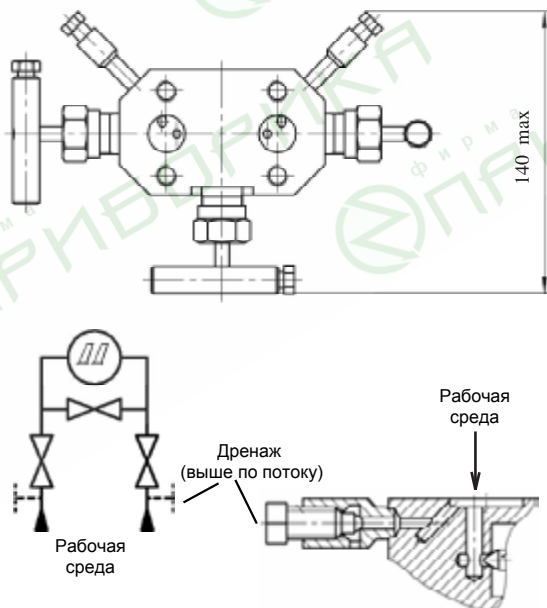

Рис. 7 БКНЗ-3-10. Остальное см. рис. 6
- БКНЗ-4-00 отличается от БКНЗ-3-10 формой дренажных каналов: среда при дренаже покидает полость блока через отверстие, расположенное ниже гнезда изолирующего клапана-вентилей, что уменьшает вероятность отказа клапана при работе на загрязненной среде (см. рис. 7 и 8).